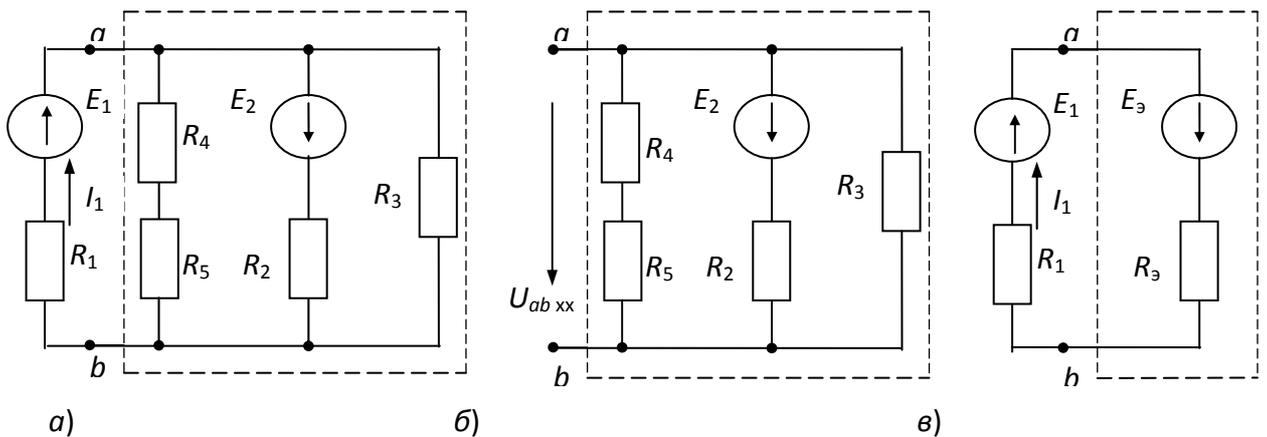

Рис. 3.4. Исходная схема и схемы преобразования
**Пример 3.2.** Для схемы цепи (рис. 3.4) методом эквивалентного источника ЭДС найти ток в ветви резистора, сопротивление которого  $R_1$ .
Решение. Укажем на схеме положительное направление искомого тока  $I_1$  (рис. 3.4а). Рассмотрим часть схемы, подключенную к исследуемой первой ветви (обведенную пунктирной линией). Определим параметры источника ЭДС  $E_3$  и сопротивления  $R_3$  (рис. 3.4б).
Определим напряжение  $U_{ab\text{xx}}$  (рис. 3.4б). Для этого определим токи для схемы рис. 3.4б методом преобразования (свертывания). Сопротивления  $R_4$  и  $R_5$  соединены последовательно. Эквивалентное сопротивление:
Определим входное сопротивление  $R_3$  (рис. 3.4в):
По закону Ома найдем искомый ток (рис. 3.4в):